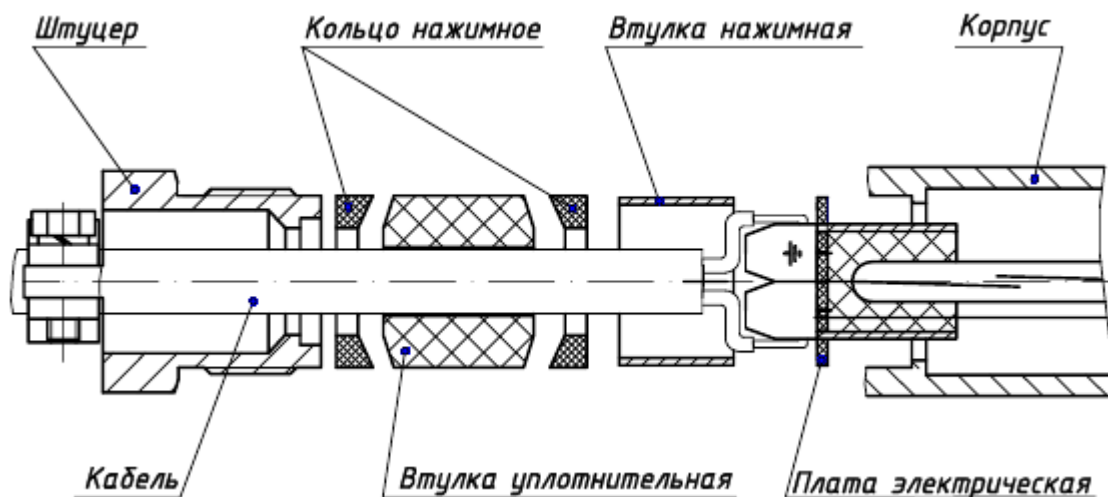

Рисунок 4. Порядок подключения Извещателей моделей 01, 02.
1) открутить штуцер и вынуть из корпуса кольца нажимные, уплотнительную, нажимную втулки и электрическую плату (см. рисунок 4);